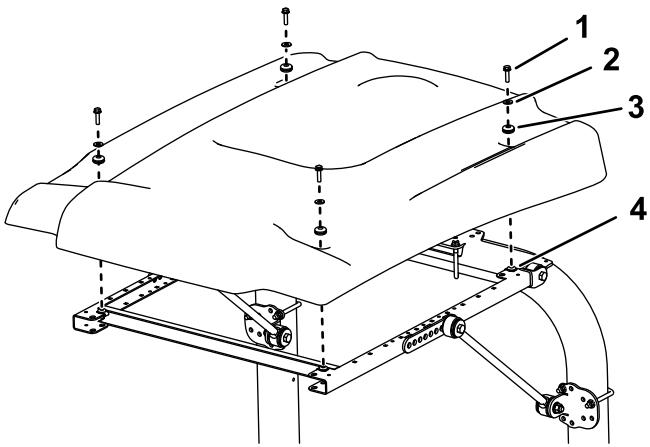

Рисунок 14
16. Выравнивая монтажные отверстия, расположите солнцезащитный навес на раме, как показано на Рисунок 14.
17. Установите каждый угол солнцезащитного навеса на раму с помощью болта с фланцевой головкой ($5/16 \times 1\frac{1}{4}$ дюйма), малой шайбы и уплотнительной втулки, не затягивая их (Рисунок 14).